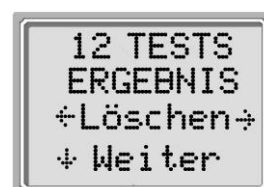

Bild 44
- Löschen Sie den Speicher durch Drücken der LINKS ◀ Taste ⑨ oder der RECHTS ▶ Taste ⑫.
- Bestätigen Sie danach (siehe Bild 44) das Löschen durch Drücken der RECHTS ▶ Taste ⑫ oder brechen Sie den Vorgang durch Drücken der LINKS ◀ Taste ⑨ ab.